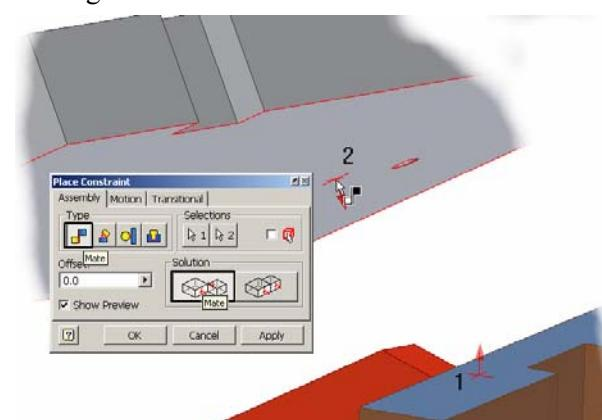
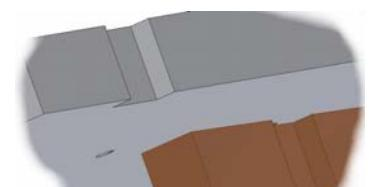

Figura 3.1.15.
Figura 3.1.16.
- aliniere **Type - Mate, Solution - Mate, Offset = 0** plan orizontal superior **perete** cu plan orizontal inferior **placă** – lansare comandă **Constraint**, click punctul 1, click punctul 2, butonul **Apply**, figura 3.1.15, cu rezultatul din figura 3.1.16.